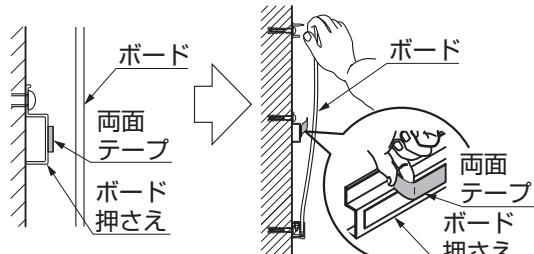

図8-1
- ①端部フレームベースに端部フレームを被せて【1-1】で固定してください。
- ②端部キャップを【1-1】で取付けてください。
- ③ボードを端部フレームに差込んでください。
- ④ボードの位置が決まったらボード押さえについている両面テープのハクリ紙をはがしてください。（図8-1）